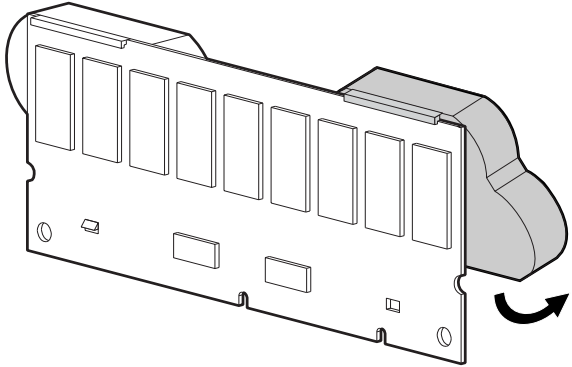

Figure 5 : Inclinaison de la batterie
2. Faites pivoter la batterie hors du module selon un angle d'environ 30 degrés. Reportez-vous à la Figure 5.